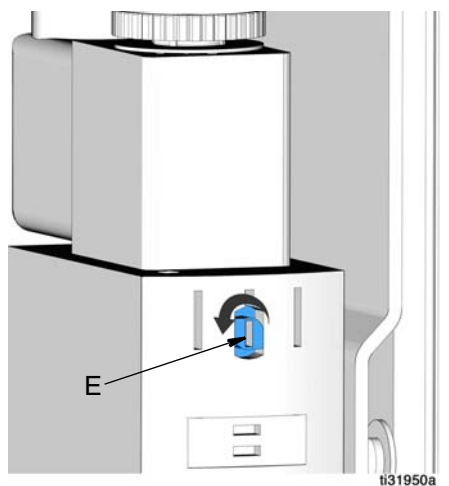

FIG. 15
1. Inserire un piccolo cacciavite a punta piatta nella fessura della vite dell'interruttore di override manuale blu (E) (Fig. 15).
2. Ruotare la vite dell'interruttore di override manuale blu (E) in senso orario per 1/4 di giro.
3. Prima di riprendere il normale funzionamento del PAC con Pulse è necessario riportare la vite dell'interruttore di override manuale blu (E) nella normale posizione di funzionamento. Inserire un piccolo cacciavite a punta piatta nell'apertura e girare la vite dell'interruttore di override manuale blu in senso antiorario fino alla posizione originale (Fig. 15).
La vite dell'interruttore di override manuale blu (E) in Fig. 15 è impostata in posizione di normale funzionamento.